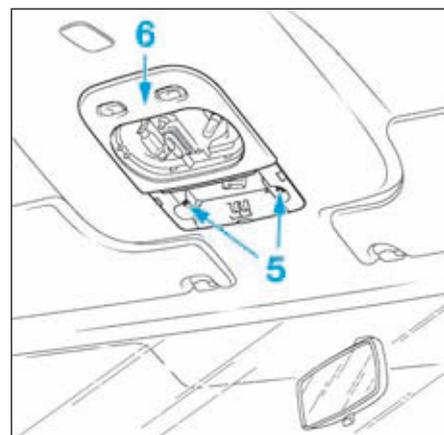

FIG.45
- Déposer les deux vis de fixation (5) (Fig.45).
- Déposer le l'éclaireur de plafonnier (6).